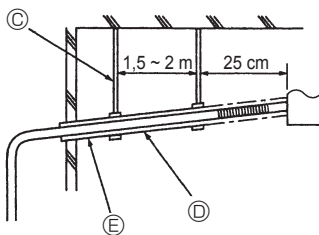

Fig. 8-2
- (4) Drenaj borusunun aşağı eğiminin 1/100'den büyük olduğundan emin olun. (Fig. 8-2)